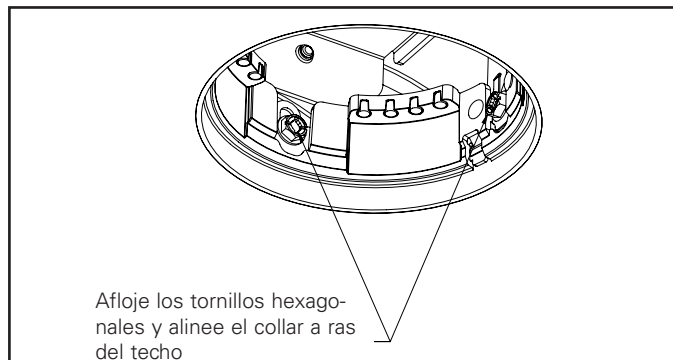

Figura 2
- Una vez instalado el techo, retire el protector de sobrealpensión y ajuste la luminaria al grosor del techo; para ello, afloje los 4 tornillos hexagonales que fijan el collar a la carcasa. Coloque el borde inferior del collar a ras del acabado del techo (Figura 2) y apriete los 4 tornillos hexagonales. Si el grosor del techo es superior a 7/8 in (2.22 cm) y hasta 2-1/2 in (6.35 cm), sustituya el collar existente por un collar de extensión (PCE3* o CA3*) y ajuste la altura con tornillos hexagonales (consulte las Figuras 4 y 5) según la hoja de instrucciones de instalación del collar de extensión n.º IL53450325. **Si se utilizan adaptadores de borde afilado (CA3*). El adaptador de brida que forma parte de la carcasa debe retirarse antes de instalar la luminaria en el techo.**